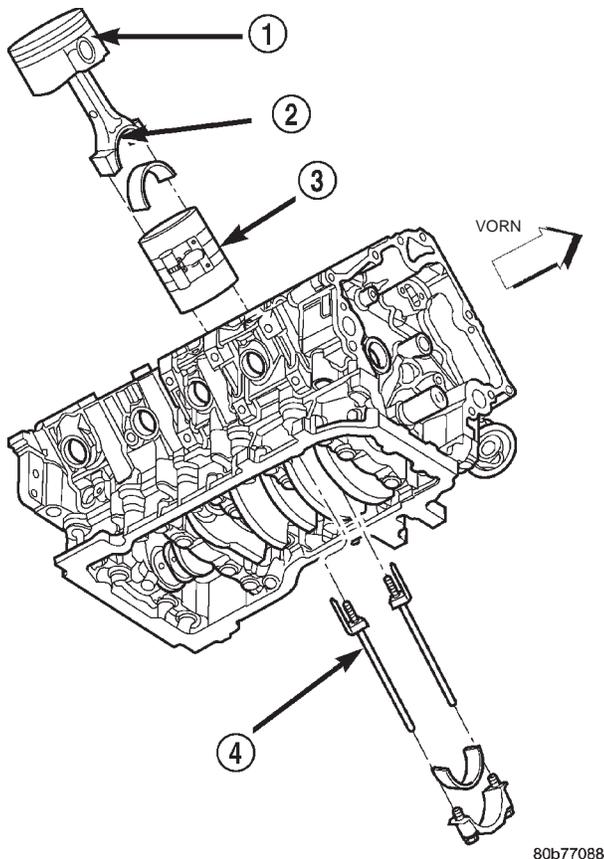

Abb. 22 Pleuel und Pleuellager einbauen
- (1) Öl vom Pleuellagerzapfen abwischen.
- (2) Obere Lagerschale schmieren und in das Pleuel einlegen.
- (3) Pleuel und Kolben mit Kolbenring-Spannband und Führungsbolzen 8507 einbauen (Abb. 22). Die Öltaschen in den Pleueln müssen zur Vorderseite des Motors weisen. Die Markierung "F" in der Nähe der Kolbenbolzenbohrung muß zur Vorderseite des Motors weisen.
(4) Untere Lagerschale in den Lagerdeckel einlegen. Die untere Lagerschale muß trocken montiert werden. Im mittleren Auflagebereich des Lagerdeckels einen Faden Plastigage quer über die volle Breite der unteren Lagerschale legen. Die Plastigage-Masse darf nicht krümeln. Falls die Masse spröde ist, frische Ware beschaffen.